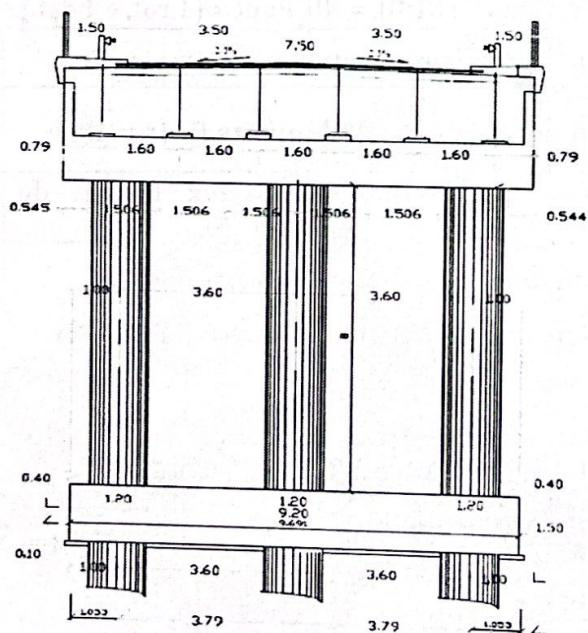

Figure 2. Coupe transversale au niveau de la pile
Les piles, de sections circulaires de 1.20 m de diamètre, ont des hauteurs de 7.00 m et 8.00 m (*Figure 2*). L'ouvrage représente une symétrie longitudinale et transversale et une régularité appropriée.
de la pile représentée dans la figure 2.
10. Proposer un modèle éléments finis pour modéliser la pile illustrée dans la figure 2 .	✓ Modèle portique
12. Quelle est la dimension de la matrice de rigidité réduite de la pile représentée dans la figure 2 .	$NDDL = 6 \times 6 - 3 \times 6 - 3 \times 1 = 15$ ✓ $K_{red}(15,15)$